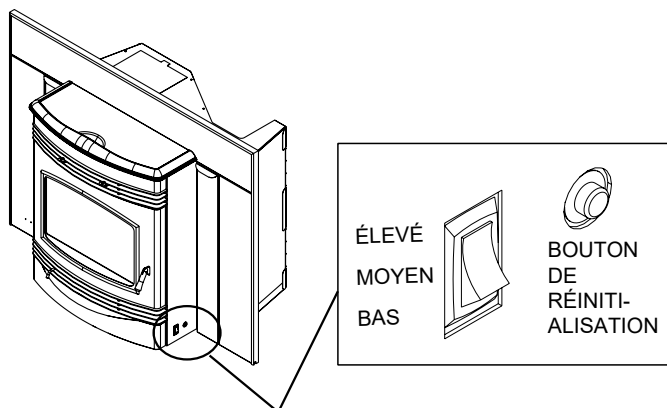
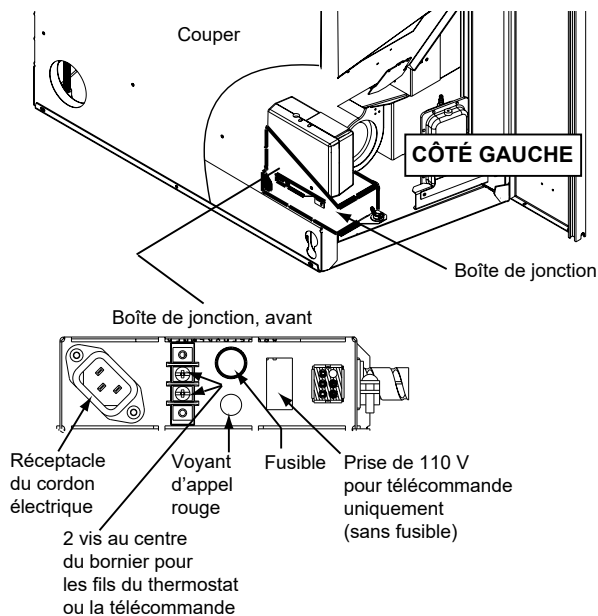

Figure 10.1
Figure 10.2
Cet appareil est doté d'un interrupteur de commande du chauffage à trois positions ou taux de combustion : bas, moyen et haut (**Figure 10.1**). L'appareil se met en marche ou s'arrête quand le thermostat le demande. Quand le thermostat demande de la chaleur, le poêle démarre toujours sur Haut. Après environ 4 minutes, l'appareil continue à fonctionner en revenant à la position de réglage initiale. Si l'appareil est réglé sur une des positions basses, il sera plus silencieux, mais il lui faudra plus de temps pour chauffer une pièce comparé à s'il était réglé à un taux plus élevé de combustion. Peu importe le taux de combustion, l'appareil s'arrête quand la température de la pièce correspond au réglage du thermostat.
3. Localisez l'interrupteur d'enclenchement du chauffage situé sur le côté inférieur droit de la boîte à feu, devant le panneau d'accès droit. Réglez-le sur HAUT, puis réglez le thermostat sur la température maximum. Le voyant d'appel rouge s'allume (il est situé à l'avant de la boîte de jonction, derrière le panneau d'accès gauche). Cela indique que le thermostat demande de la chaleur (**Figure 10.2**).
3. L'appareil peut parfois brûler tout le combustible et s'arrêter automatiquement. Dans ce cas, le voyant d'appel rouge sera allumé (**Figure 10.2 on page 10**). Pour le remettre en marche, remplissez la trémie et pressez le bouton de réinitialisation (**Figure 10.1 on page 10**). Le voyant d'appel rouge s'éteint quand vous pressez le bouton de réinitialisation. Relâchez le bouton et le voyant se rallumera. Vous devez voir des flammes apparaître après un court instant. Si ce n'est pas le cas, suivez les instructions de la rubrique « **Allumage de votre premier feu** » à la **page 10**.